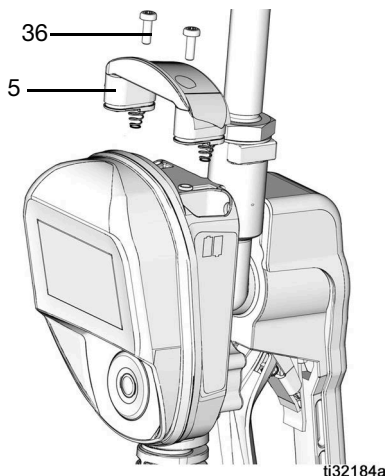

Рис. 49
5. Замените крышку (5) и винты (36). Не затягивайте винты слишком сильно (Рис. 49).